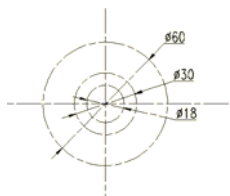

图 9-114 绘制中心线和圆
- 03 使用【直线】和【圆】命令, 绘制如图 9-114 所示的中心线和圆。